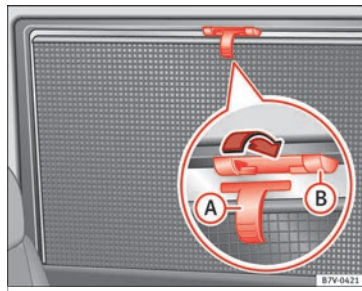

Abb. 142 Im hinteren rechten Fenster: Sonnenschutzrollo.
- Sonnenschutzrollo am hervorstehenden Griff »» Abb. 142 A ganz nach oben ziehen.
- Zum Einrollen Sonnenschutzrollo oben aushängen und von Hand nach unten führen »» ①.